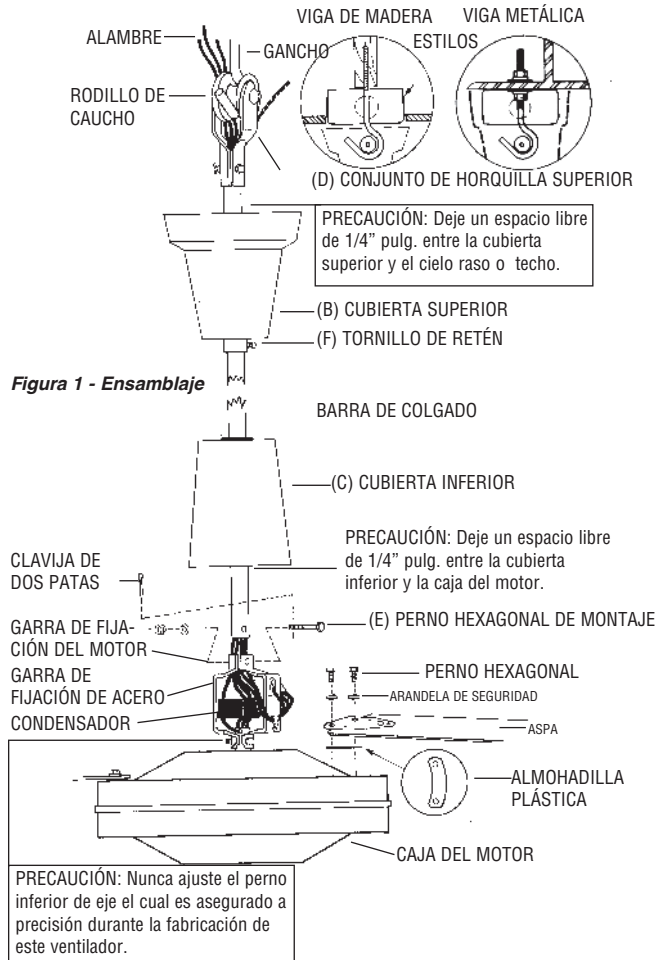

Figura 1 - Ensamblaje
2. En la garra de fijación (A) del motor, retire la clavija de dos patas y afloje la tuerca hexagonal. Retire cuidadosamente la arandela resortada y el tornillo hexagonal (E). (Véase la Figura 1)
3. Deslice la cubierta superior (B) (en forma de campana) hacia arriba por la barra. Deslice la cubierta inferior (C) hacia arriba por la barra.
4. Inserte los 5 cables eléctricos y el cable de seguridad a través del orificio central en la garra de fijación de acero sobre el motor (A) y luego continúe insertando los cables eléctricos y el cable de seguridad a través de la barra de colgado hasta que los cables eléctricos y el cable salgan en el extremo superior (horquilla).
**PRECAUCIÓN:** Las aspas deben sujetarse al motor según se muestra en la Figura 1. **NO** invierta las aspas durante la instalación.